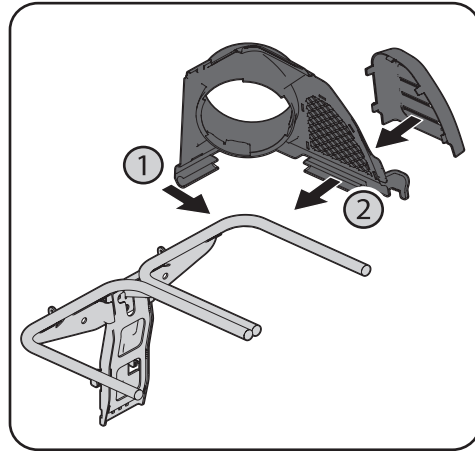

Figure 4-13
7. Installez les deux ensembles de sac sur les supports de sac en insérant le bord avant en premier (1), puis en abaissant le bord arrière jusqu'à ce qu'il s'insère dans l'ensemble (2), comme illustré à la Figure 4-13.